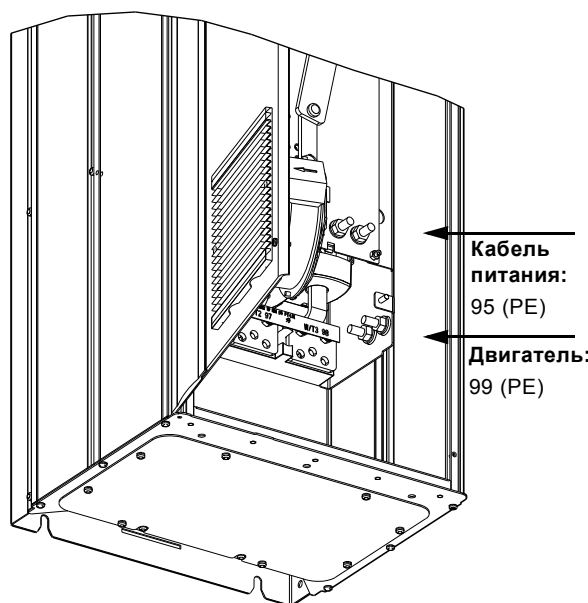

Рис. 13 Заземление
1. Подключите заземляющий провод к клемме 99 (PE). См. рис. 13.
1. Подключите заземляющий провод к клемме 95 (PE). См. рис. 13.